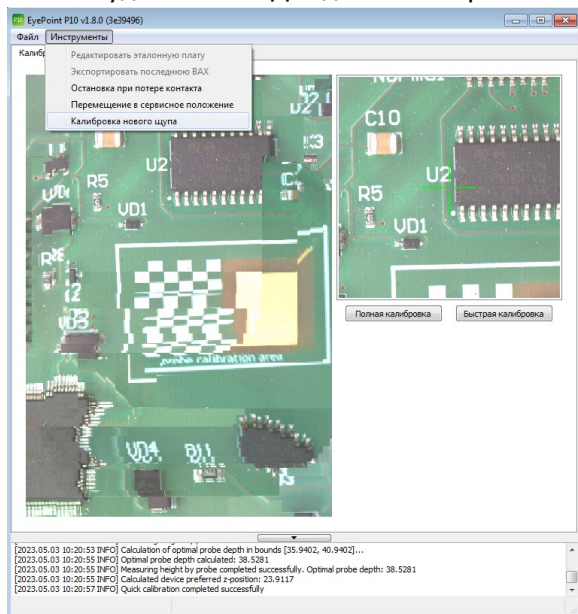

Рисунок 11. Внешний вид окна ПО EyePoint P10 при проведении калибровки нового щупа.
5. Запустите процесс калибровки щупа, выбрав в главном меню программы «Инструменты» → «Калибровка нового щупа» (Рисунок 11).